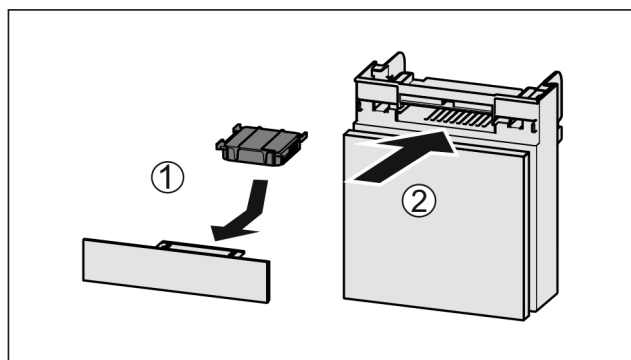

Fig. 148
- ▶ Filtr s aktivním uhlím vložte podle vyobrazení Fig. 148 (1).
- ▶ Zásuvku zasuňte Fig. 148 (2).